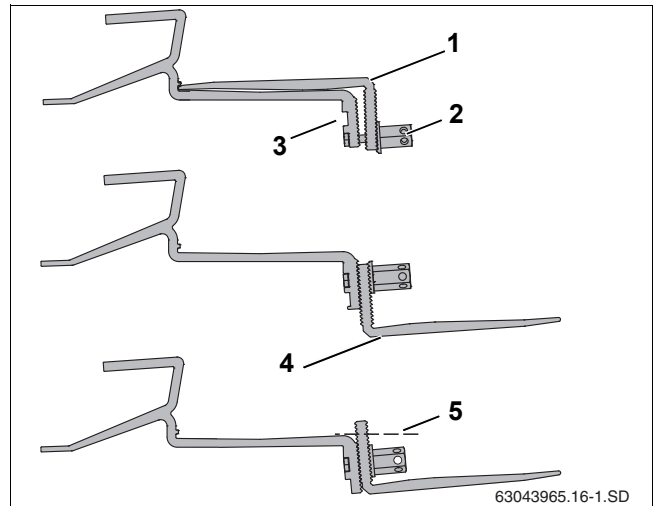

Рис. 14 Крепление кровельных крюков к стропилам
Для некоторых покрытий может понадобиться подложить под нижнюю часть кровельного крюка (рис. 14, [4]) доску или брус для того, чтобы кровельный крюк прилегал сверху к черепице.
- ▶ Отверните гайку (рис. 14, [2]).
- ▶ Вставьте винт в верхнее отверстие (рис. 14, [3]).
- ▶ Свободно закрепите нижнюю часть кровельного крюка (рис. 14, [1]). Пока только слегка затяните соединение.